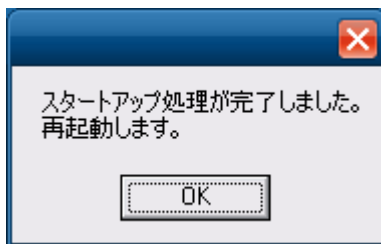

図 6-2-6. 再起動ダイアログ
- ⑫ 初期化処理が完了すると再起動ダイアログが表示されます。(図 6-2-6)